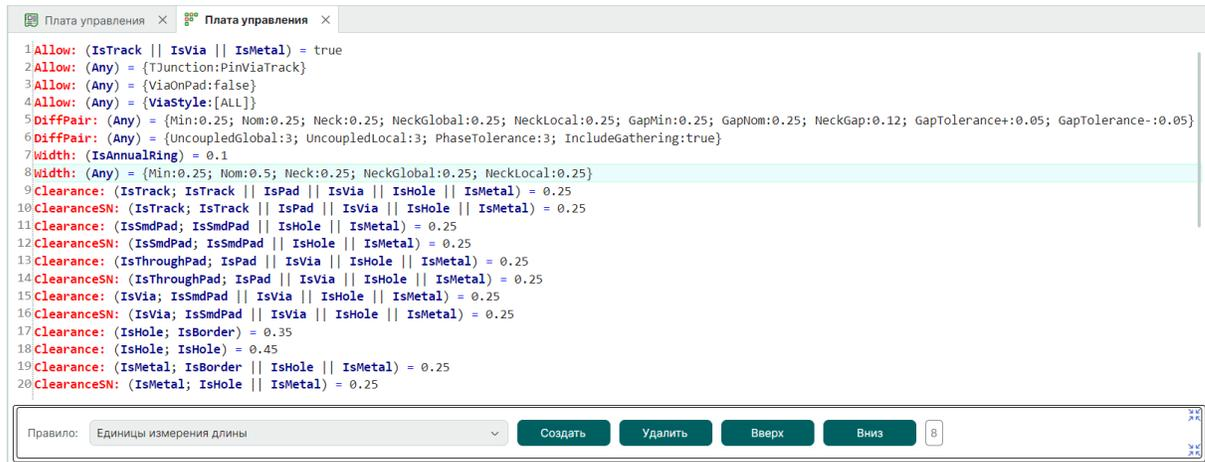

Рис. 249 Значения ширины трека для цепи
3. При необходимости измените или дополните правила для ширины трека, созданные на основе шаблонов правил в стандартах системы, см. Рис. 249.